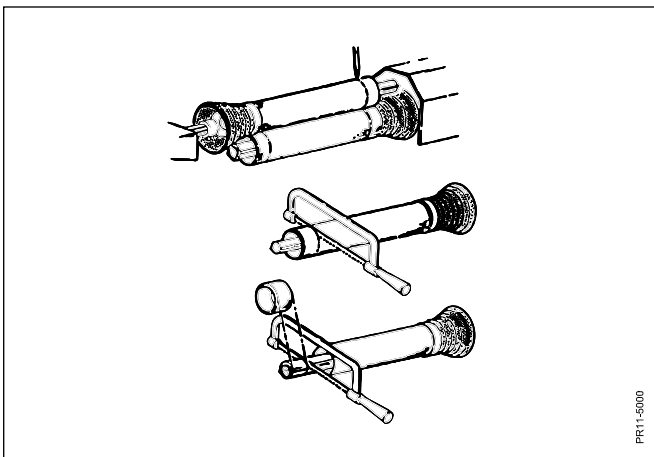

Fig. 2-9
**Fig. 2-9** Fastgør KO-akslens halvparter til henholdsvis PTO og PIC, når disse er i samme vandrette plan, og lige over for hinanden (dette er den ved denne maskine korteste afstand). Hold akselenderne parallelle med hinanden og afmærk de 30 mm (min. mål).